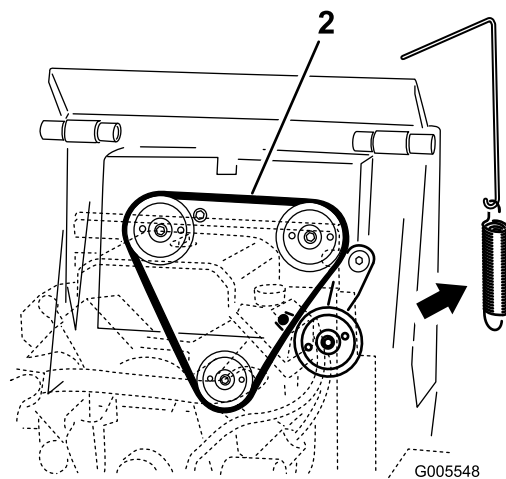

Bild 46
4. Nehmen Sie die Spannscheibenfeder von der Spannscheibe ab (Bild 46).
6. Verlegen Sie einen neuen Treibriemen um die drei Scheiben (Bild 46).